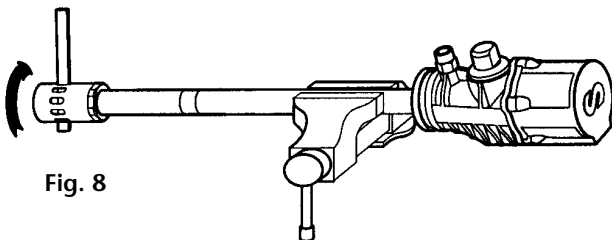

Fig. 8
1. Attach the pump to a vice in horizontal position, grabbing it by the suction tube (47).
2. Unscrew the intake filter tube (60) from the intake filter head (57) (Fig. 8).
1. Placer la pompe à l'horizontale sur un établi qui la soutiendra par le tube d'aspiration (47).
2. Séparer la crépine (60) de l'ensemble du filtre d'aspiration (57) (voir Fig. 8).
1. Fijar la bomba en una mordaza agarrando por el tubo de aspiración (47) con la bomba en posición horizontal.
2. Desenroscar la jaula de aspiración (60) del conjunto filtro de aspiración (57) (Fig. 8).